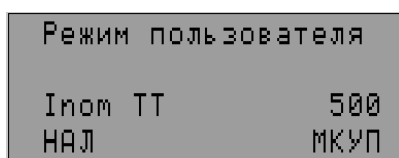

Рисунок 5.7 – Экран изменения параметра в режиме **Уровень пользователя**
- нажать кнопку **УСТАНОВКА** (рис. 5.7).
Если в четвертой строке индикатора есть надпись "НАЛ" (рис. 5.7), то изменение значения параметра в режиме **Уровень пользователя** запрещено и в этом случае его можно изменить только в режиме **Уровень наладчика**.